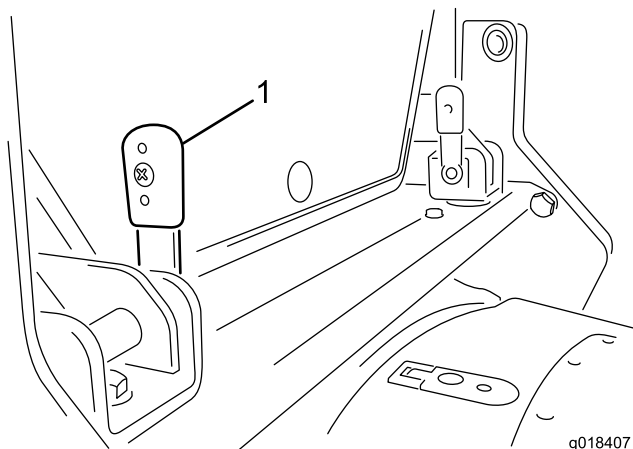

図 15
1. キャブの後部についているロックingleバー（2本）を上向きにする（図 15）。
2. 縦位置になっているレバー（図 15）を、ブラケットにセットする。レバーのセットには多少の手間がかかるかもしれませんが、ロックingleペグとスロットとをきちんと整列させてレバーを差し込んでください。